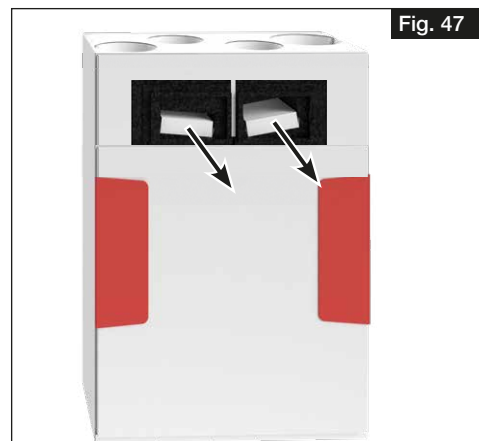

Fig. 47
2. Retirer le filtre vers l'avant et le changer (voir Fig. 47).